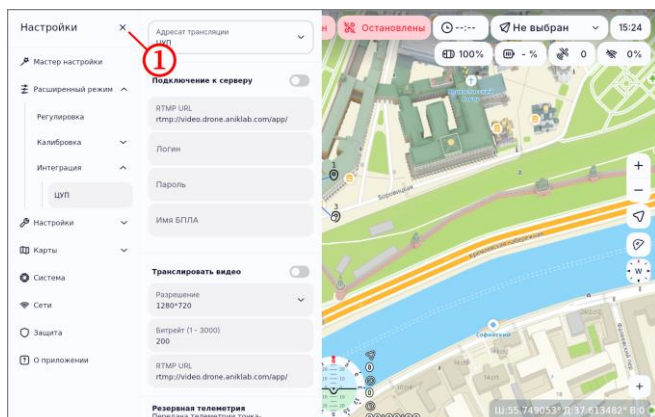

Рисунок 71
- закрыть раздел настроек по нажатию кнопки X (рисунок 71, шаг 1);